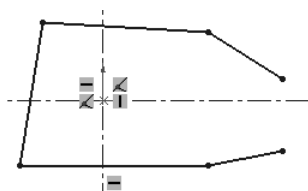

图 2.12.3 绘制五条直线
Step 3 绘制直线。选择下拉菜单 **工具(T)** → **草图绘制实体(E)** → **直线(L)** 命令, 在图形区绘制图 2.12.3 所示的五条直线。